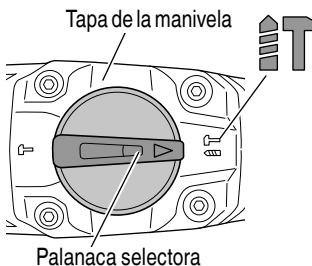

Fig. 6
- (1) Cambio a "rotación + martilleo"
- (b) Alinee las marcas ▲ de la palanca selectora y T de la tapa de la manivela como se ilustra en la Fig. 6.